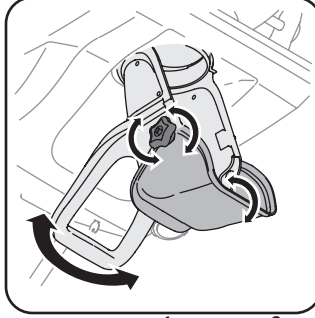

Figure 5
2. Suivez maintenant les instructions ci-dessous comme il s'applique à votre machine. Voir la Figure 5 pour la position des commandes.
gauche à l'aide de la poignée de la goulotte. Voir la Figure 5.